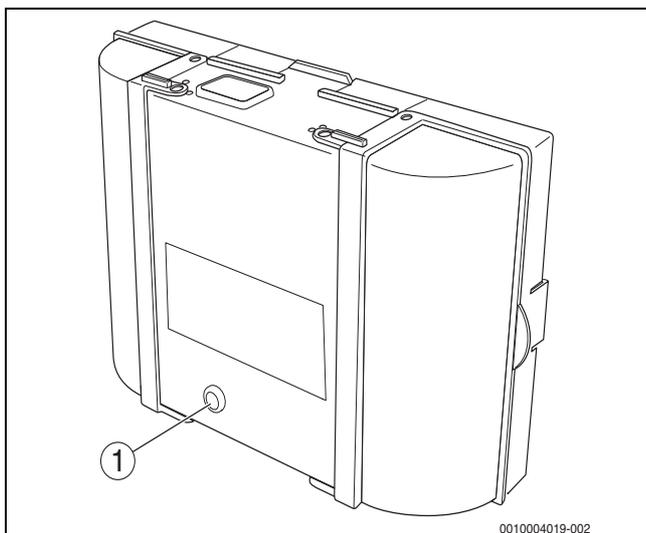

Fig. 84 Risoluzione delle anomalie dell'automatismo di combustione
- ▶ Premere il tasto «Riarmo» dell'automatismo di combustione (→ fig. 84).